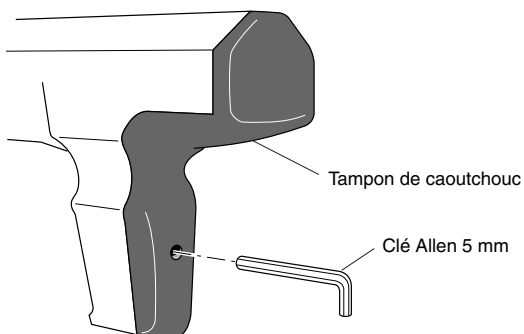

Figure 5 - Retrait du tampon de caoutchouc
1. Glisser l'extrémité supérieure du tampon de caoutchouc sur le bouchon à l'arrière de l'outil (Figure 5, page 76).